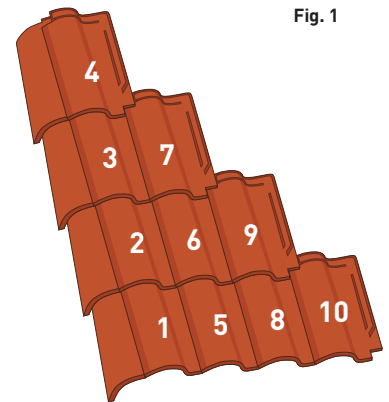

Fig. 1
3. On posera le reste du versant comme indiqué dans le schéma (fig.1).